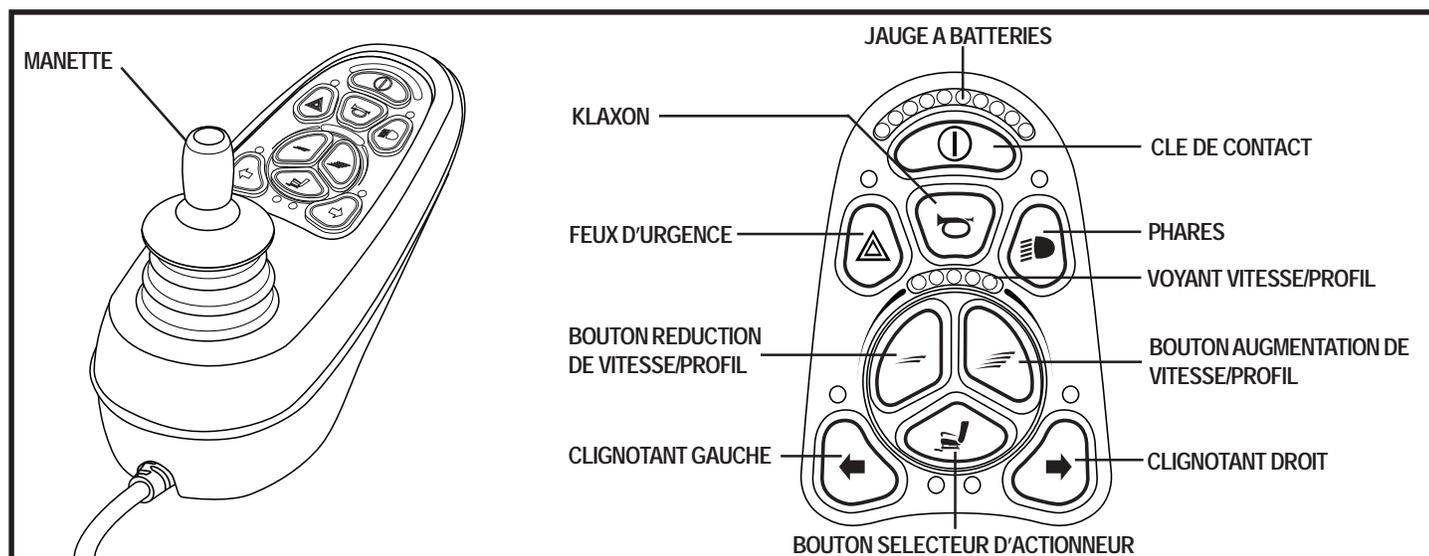

Figure 11. Clavier et contrôleur VR2 (9-boutons)
1. Pesez sur le bouton «on/off» pour allumer le fauteuil. Voir la figure 11.
2. Pesez sur le bouton du système désiré. Voir la figure 11.
5. Pesez à nouveau sur le bouton «on/off» pour retourner en mode normal de fonctionnement. Voir la figure 11.